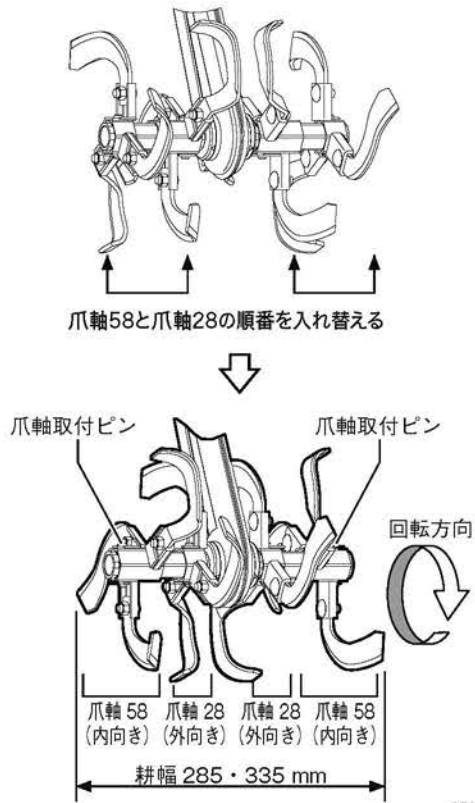

図 3-23 逆転外向き (2)
■ 逆転外向き (2)
1. 「逆転外向き (1)」の状態から、左右それぞれの爪軸58を外側にし、爪軸28を内側にします。(図 3-23)
2. 爪軸 58 の取付ピン位置を変更することにより、耕幅の変更ができます。(図 3-23)